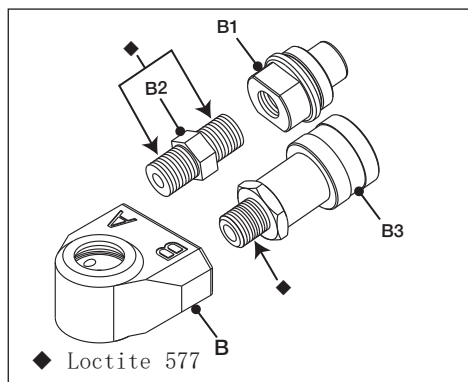

图 19
- 在快换母接头 (B3) 和直通接头 (B2) 的螺纹中涂上 Loctite 577 密封剂。涂抹位置请参见图 19 中的 ◆。